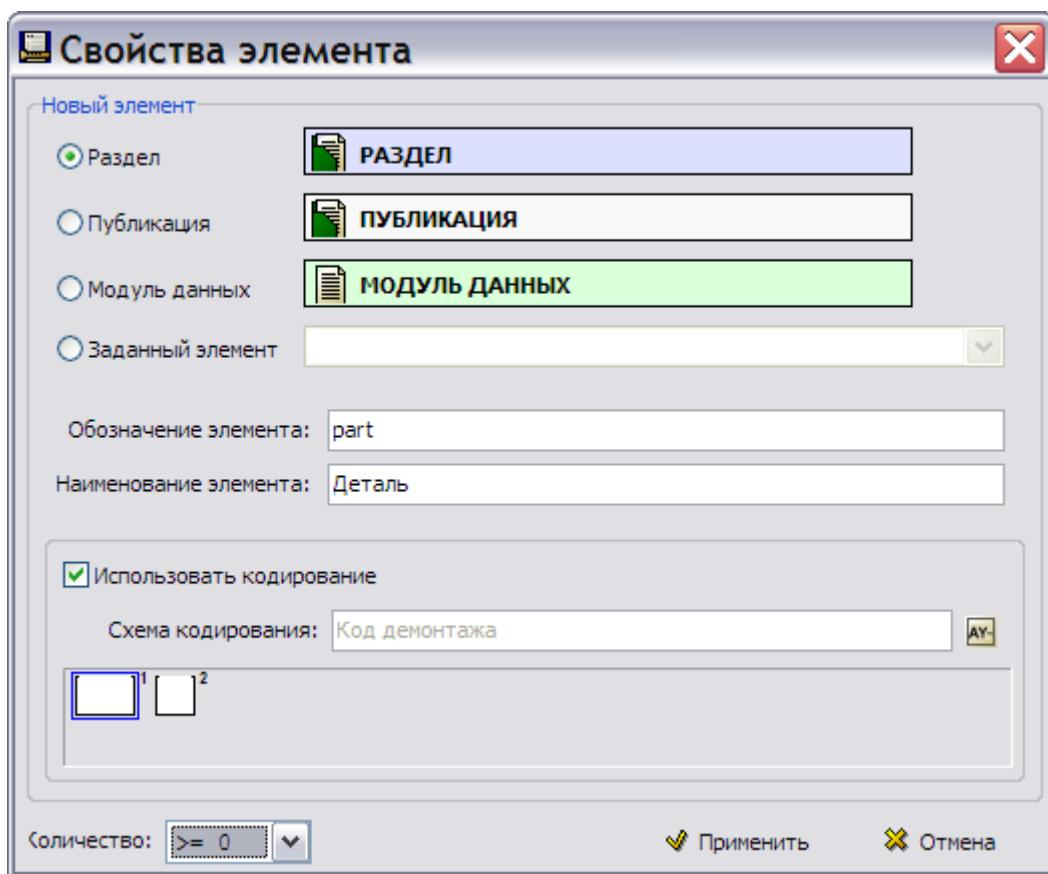

Рис. 4.23
4. Введите обозначение элемента «*part*». Обозначение должно состоять из латинских букв (Рис. 4.23).
9. В поле **Количество** из раскрывающегося списка выберите возможное количество дочерних элементов – индикатор типа «ноль и более» (Рис. 4.23).